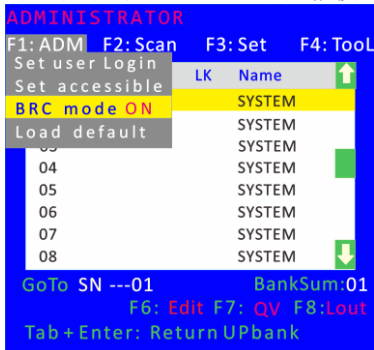
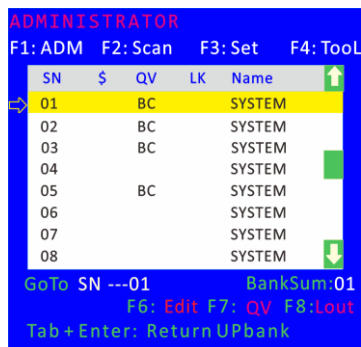

图 4-1.6
图 4-1.7
- ✧ BRC Mode off- 按【Enter】键，关闭或者打开 BRC 广播模式（图 4-1.6）。进入主菜单，按【F7】按键增加或者删除需要广播的端口，设置为广播的端口在主菜单 QV 栏目下显示为 BC 图标，如图 4-1.7
【F1】→BRC Mode OFF→按【Enter】键→BRC Mode ON (图 4-1.6)
按【↑】【↓】键→选择需要打开广播功能的端口→按【F7】→主菜单 QV 栏内会出现 BC 图标（图 4-1.7），该端口已进入广播模式
按【F1】->BRC Mode OFF ->按【Enter】键,进入主菜单,所有带有# 图标的端口改为 BC 图标(图 4-1.7)